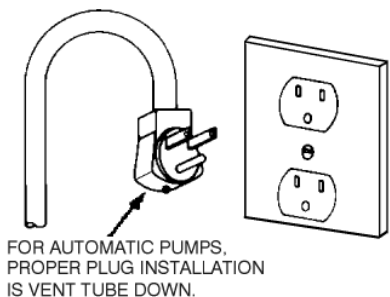

Figure 1
6. Connect the power cord to an outlet, vent tube down (Figure 1).
6. Le bouchon doit être installé avec le tuyau de vent en bas (Figure 1.)
6. La instalacion correcta del tapon es con el tubo de aspiracion hacia abajo (Figure 1.)